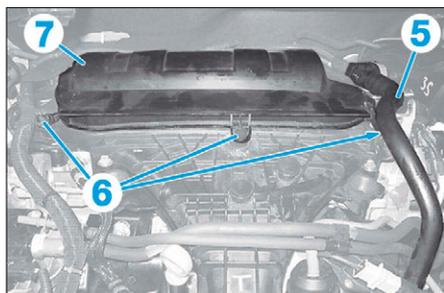
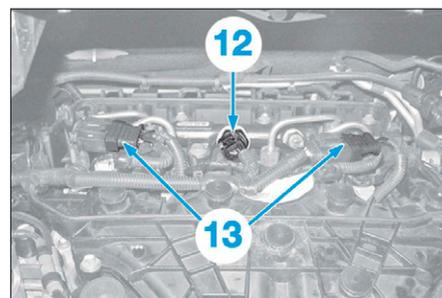
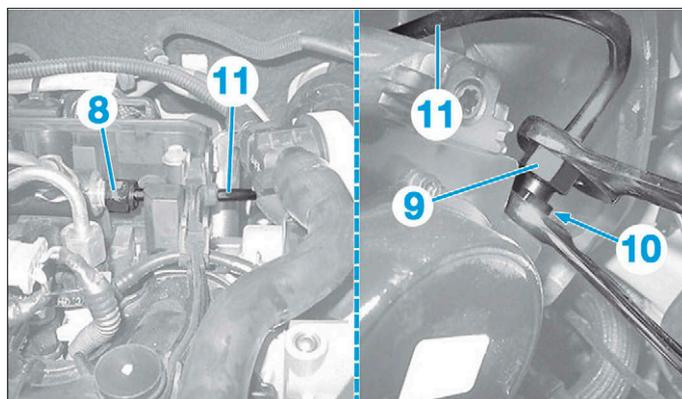

FIG. 42
FIG. 48
FIG. 47
- Désaccoupler la durit (5) (Fig.42).
- les 3 vis (6),
- la protection (7),
- le raccord (8) (Fig.47),
- le raccord (9) sur la pompe haute pression carburant. Appliquer un contre-couple sur le raccord (10).
- Déposer le tuyau haute pression (11).
- Débrancher les connecteurs des injecteurs (12) et du capteur haute pression carburant (13) (Fig.48).
- la protection (7).